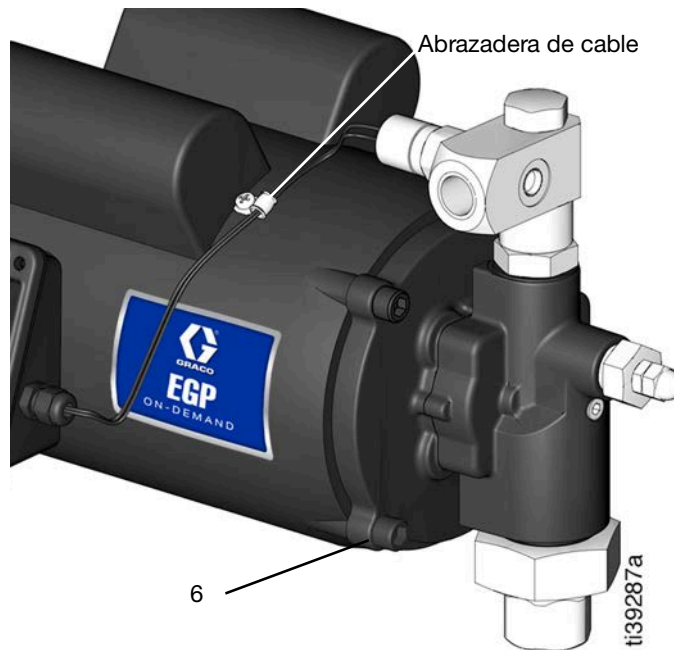

FIG. 24
12. Saque de la abrazadera el cable del interruptor de presión (FIG. 24).
13. Quite los cuatro tornillos Allen (6) con una llave hexagonal de 8 mm (5/16 pulg.) (FIG. 24).
- Coloque y apriete los cuatro tornillos Allen (6) con una llave hexagonal de 8 mm (5/16 pulg.) (par de apriete de 27,1 N•m [20 lb-pie]) (consulte la FIG. 24).
- Pase el cable del interruptor de presión por la abrazadera e introdúzcalo en la caja de terminales a través del elemento de alivio de tensión (consulte la FIG. 24).